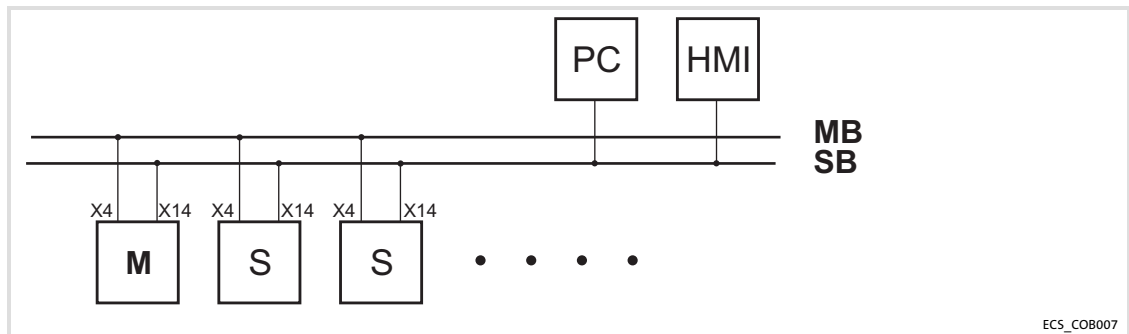

Fig.5-15 MotionBus (CAN) con convertidor como master
- ▶ En la Fig.5-15 se permite que la función del master sea asumida por un convertidor determinado como master.